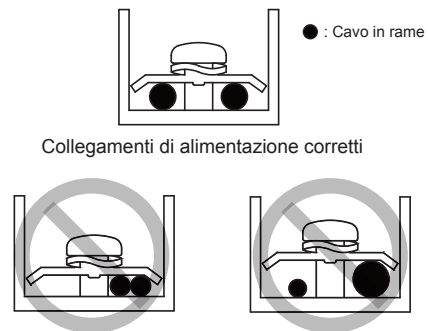

Figura 9.2
- Non collegare due cavi di alimentazione con diametri diversi allo stesso morsetto di alimentazione (può causare il surriscaldamento dei fili a causa del cablaggio allentato) (Cfr. Figura 9.2).